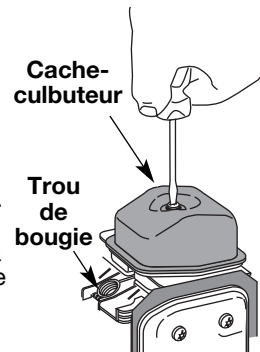

Fig. 28
5. Nettoyez toute saleté autour du cache-culbuteur. Retirez la vis retenant le cache-culbuteur à l'aide d'un tournevis à lame plate large ou à mèche no. T-25 Torx (Fig. 28). Enlevez le cache-culbuteur et le joint.
- a. Tournez l'écrou de réglage à l'aide d'une clé de 8 mm (5/16 po) ou d'un tournevis à embout hexagonal (Fig. 28).